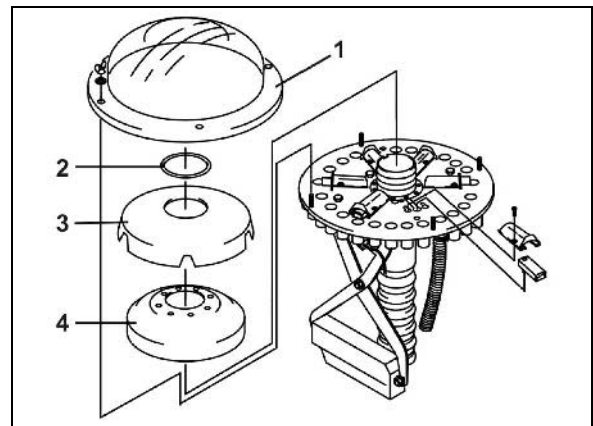

Bild 142
- Såledningsrören (Bild 142/1) till körspårsbillarna måste vara fästa vid fördelarhuvudets öppningar som kan stängas från spjället (Bild 142/2).
För att anlägga två spår kan i fördelarhuvudet respektive spår stängas via spjällen (Bild 142/2).
- Deaktivera spjäll (Bild 142/2 som inte behövs).